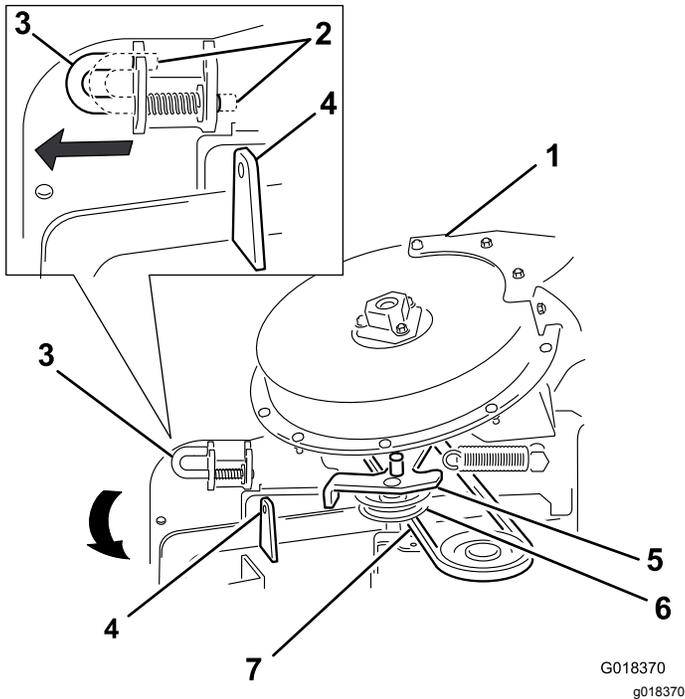

Figura 38
6. Spostate il perno di bloccaggio dalla posizione di blocco alla posizione di apertura (**Figura 38**).
7. Chiudete il gruppo del soffiatore e allineate il perno di bloccaggio con il foro sulla staffa della guida di carico (**Figura 38**).